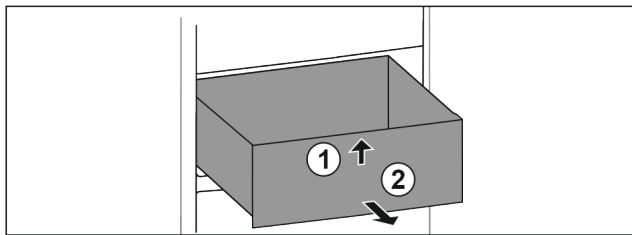

Fig. 134
- Ngrini lart sirtarin në pjesën përpara. Fig. 134 (1)
- Hiqeni sirtarin nga përpara. Fig. 134 (2)